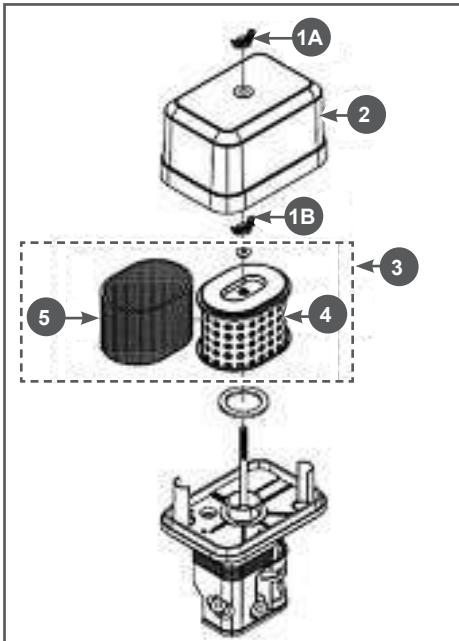

Рис. 19 Обслуживание воздушного фильтра
1. Открутите барабанную гайку 1A и снимите крышку 2 воздушного фильтра (Рис. 19).
2. Открутите барабанную гайку 1B и извлеките из корпуса воздушный фильтр 3 в сборе (Рис. 19).
вый (предварительный) фильтрующий элемент 5 установлен на корпусе бумажного фильтрующего элемента 4 (Рис. 19).
- При незначительном загрязнении промойте предварительный поролоновый фильтрующий элемент 5 (Рис. 19) теплым мыльным раствором и просушите. Поврежденный или сильно загрязненный поролоновый фильтрующий элемент замените.
Бумажный фильтрующий элемент 4 (Рис. 19) не подлежит очистке, необходима его замена. Не продувайте основной бумажный фильтрующий элемент сжатым воздухом, не промывайте его в бензине и других растворителях.